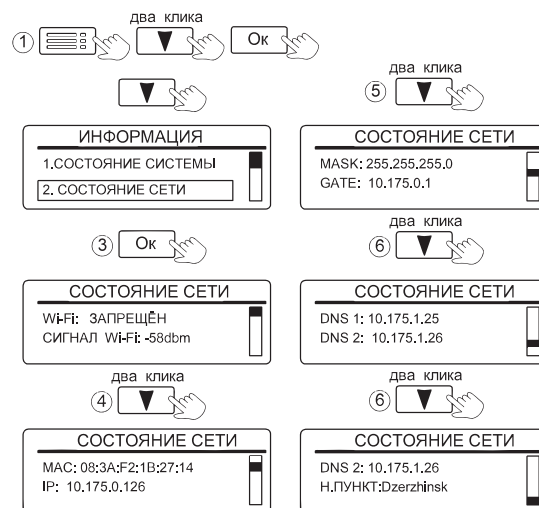

Рисунок 30. Вид вкладки «СОСТОЯНИЕ СЕТИ»
11.3.1 «1.СОСТОЯНИЕ СИСТЕМЫ» отображает текущие значения (рис. 30):